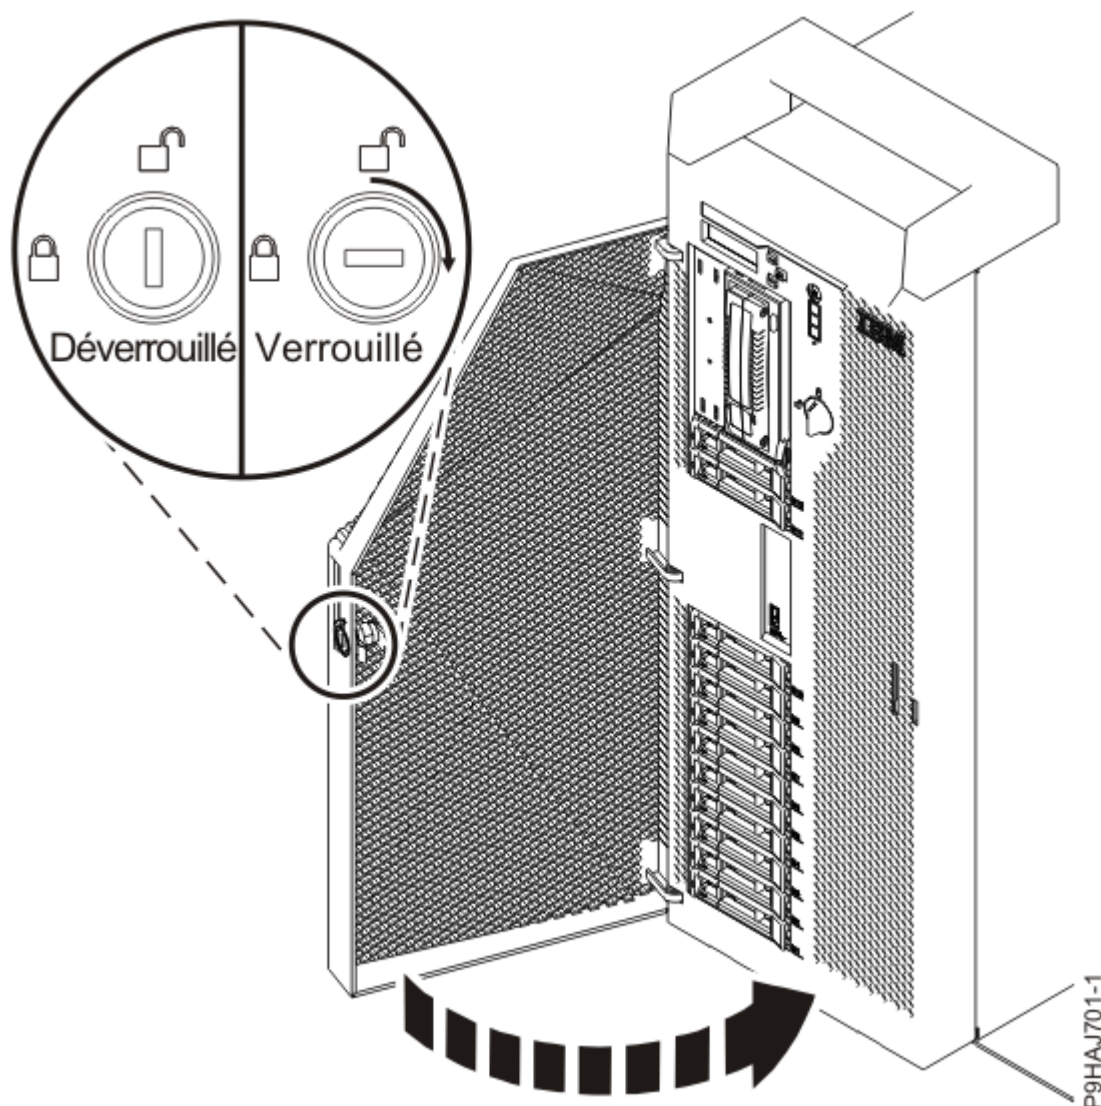

Figure 33. Verrouillage du volet avant
- e) Fermez le volet avant. Insérez la clé du volet avant dans le verrou, comme illustré dans la Figure 33, à la page 35. Tournez la clé vers la droite (dans le sens des aiguilles d'une montre) afin de verrouiller le volet. Horizontal correspond à la position verrouillée ; vertical correspond à la position déverrouillée.